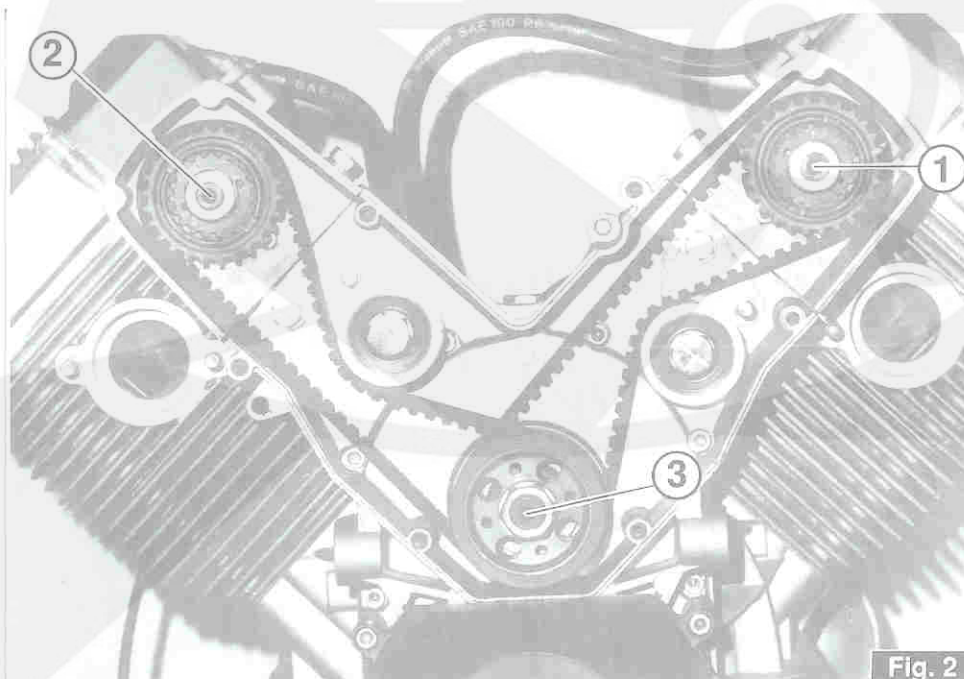

Fig. 2
- Verificare i riferimenti di fase come indicato in fig. 2; nel caso i contrassegni sulle pulegge, sui mozzi e sugli alberi non fossero chiaramente visibili o non fossero presenti, è necessario evidenziare detti riferimenti di montaggio, con vernice indelebile, secondo le linee N° 1, 2, 3 indicate a disegno.
- Check the timing references as indicated in fig.2; if the marks on the pulleys, on the hubs and on the shafts are not clearly visible or are missing, it is necessary to restore these assembly reference marks with indelible paint, according to the lines No.1, 2 and 3 indicated in the drawing.